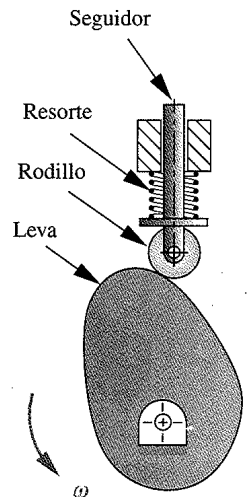

FIGURA P2-17 Problema 2-36
- 2-36 Trace el eslabonamiento equivalente al mecanismo de leva y seguidor mostrado en la figura P2-17 (p. 65) en la posición mostrada. Demuestre que tiene el mismo GDL que el mecanismo original.